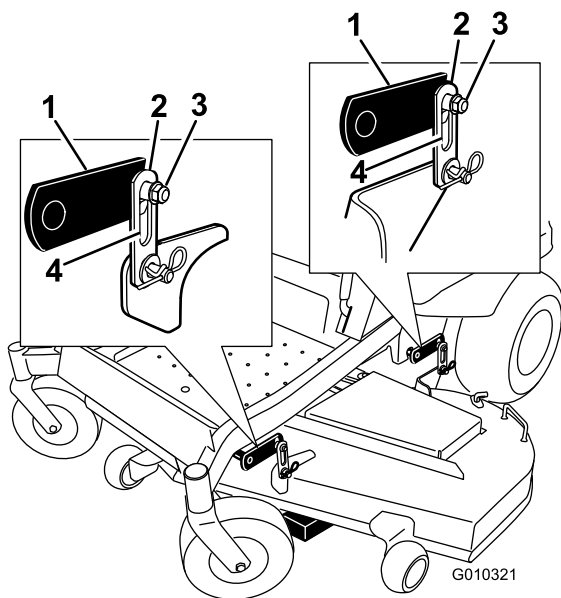

Figure 65
Remarque: Vérifiez que les pattes de fixation du tablier sont complètement descendues (en haut de la fente) et que le levier de relevage au pied est en appui contre la butée. Serrez ensuite les quatre écrous de verrouillage du réglage de niveau (Figure 65).
- Serrez les quatre écrous de verrouillage du réglage de niveau (Figure 65).